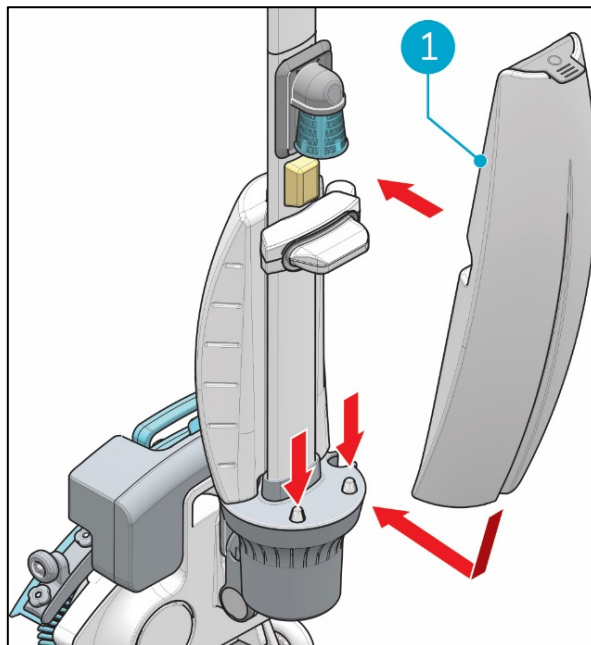

Figura 12
1. Coloca el depósito (Figura 12, pos. 1) sobre la i-mop® Lite con la parte inferior hacia la máquina.